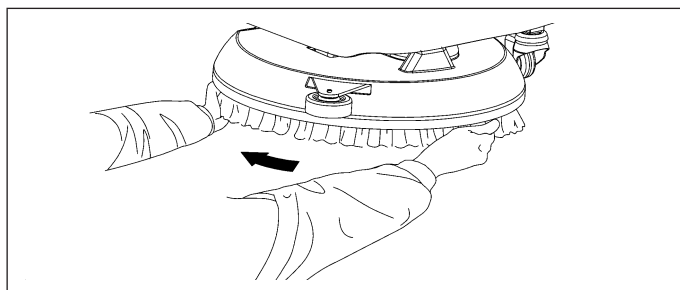

Figure 13
- Si es difícil enganchar, girar manualmente el cepillo/portafiltro en sentido antihorario (véase Fig. 13).